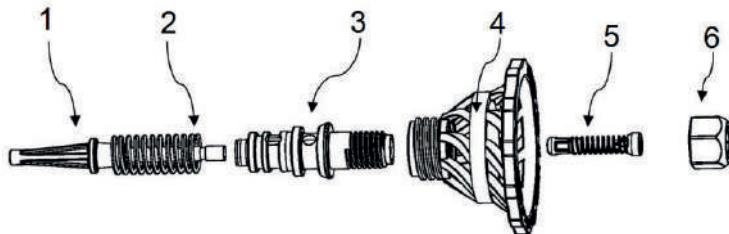

Рис. 9
**ВНИМАНИЕ!** После каждого использования краскопульта с водоэмulsionционной или воднодисперсионной краской необходима дополнительная очистка – демонтаж, просушка и смазка насосной части (Рис.9).
В случае сильного загрязнения, а также после каждого использования краскопульта с водоэмульсионной или воднодисперсионной краской необходима дополнительная очистка – демонтаж, просушка и смазка насосной части (Рис.9):